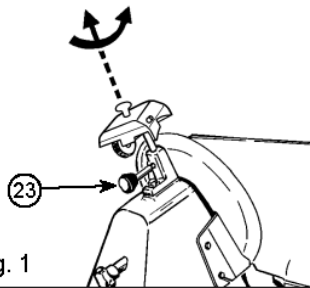
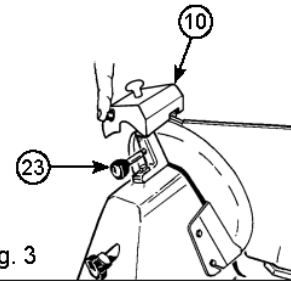

Fig. 1
Fig. 3
- Vérifiez que la cloison mobile est fermée (bouton gradué (6) en position "0").
- Desserrez le bouton de verrouillage (23) du module aiguiseur (10).
- Soulever le module aiguiseur (10), en le tournant de 180 ° de sorte que les deux roues soient en position de travail. Voir Fig. 1.
- Abaissez le module aiguiseur (10) jusqu'à ce qu'il s'enclenche.
- Fixez le groupe en tournant le bouton de verrouillage (23). Voir Fig.
- Appuyez sur le bouton (5) et laissez la lame tourner pendant environ 1 minute. Lorsque la lame est immobile, vérifiez si une bavure s'est formée sur le bord.
- Après avoir vérifié la présence de bavures, mettez l'interrupteur (5) en marche et appuyez doucement sur le bouton pendant environ 3 secondes pour retirer la bavure produite pendant l'affûtage. Remettez le bouton gradué (6) en position "0".
- Après affûtage, remontez le module aiguiseur (10) dans sa position d'origine, voir Fig. 3 et nettoyez le bord de la lame et les roues avec de l'alcool.